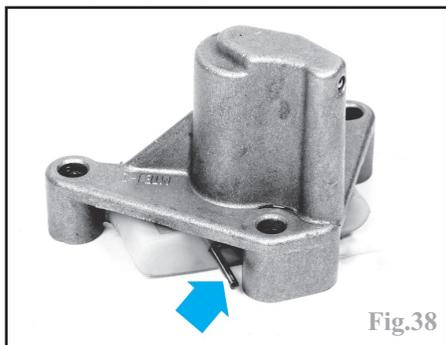

Fig.38
- bloquer le tendeur de chaîne avec une pige de $\varnothing 2$ mm (Fig.38) (photo du tendeur déposé pour plus de clarté).